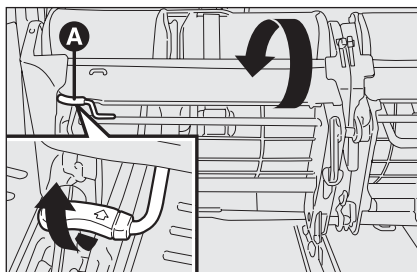

fig. 26
- trek de hendel **A-fig. 26** omhoog en klap de bank om;